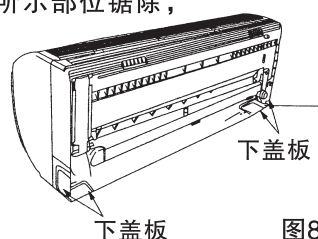

图8
- (2) 如铜管是从左边或下边引出时，应扳去左边的出管板，或把下盖板上如下图所示部位锯除，然后把铜管塞进。(图8)